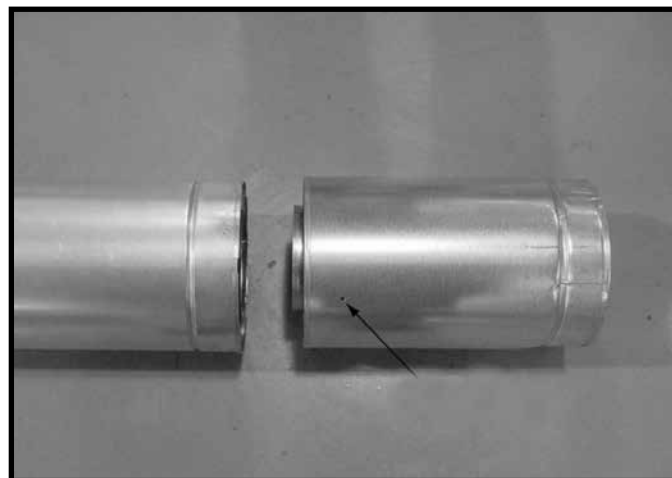

Figure 7.7 Vis dans la section coulissante
- Fixez le conduit et la section coulissante avec deux vis d'une longueur inférieure à 13 mm (1/2 po) en utilisant les trous de guidage sur la section coulissante. Voir la figure 7.7.